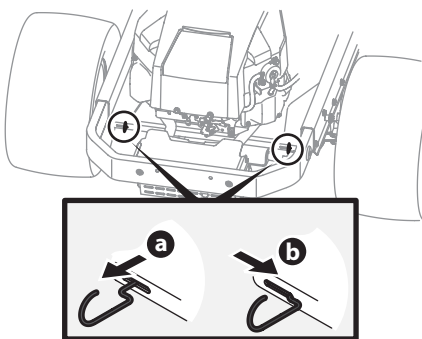

Figure 2-1
4. Engagez les tiges de dérivation des transmissions qui se trouvent à l'arrière, de chaque côté de l'appareil et faites descendre la tondeuse de la palette avec précaution. Les tiges de dérivation de la transmission droite et de la transmission gauche sont placées du côté intérieur de chaque pneu arrière. Pour engager les tiges de dérivation, tirez sur chaque tige et déplacez-la vers la droite pour la fixer. Voir Figure 2-1.
5. Désengagez les tiges de dérivation après avoir descendu la tondeuse. Voir Figure 2-1.